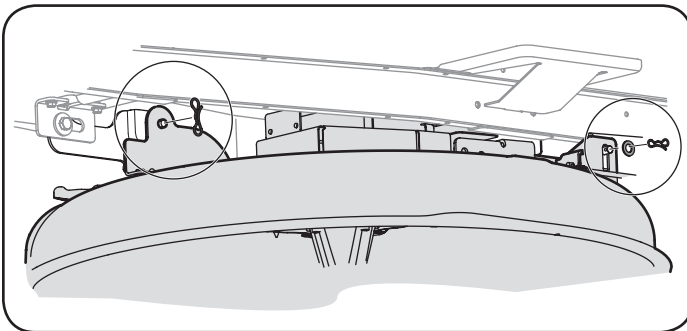

Figura 40
5. Extraiga los pasadores de chaveta con unión curva que aún están sujetando la unidad, como se indica en la Figura 40.